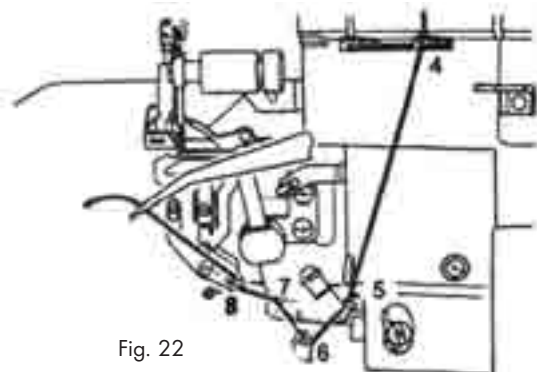

Fig. 22
5. Enhebre el hilo en la cámara de lanzadera conforme a las marcas amarillas (4 -8) (Fig. 22).